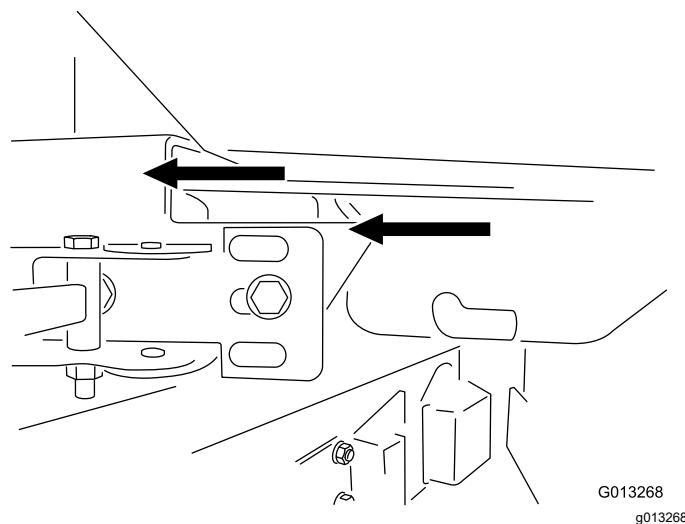

図 3
5. コンベアがスイベルに取り付けられた状態のまま、2 人がかりでスイベルを持ち上げ、プラスチック製のベアリングを取り付けブラケットの矢印に合わせる **図 3**。